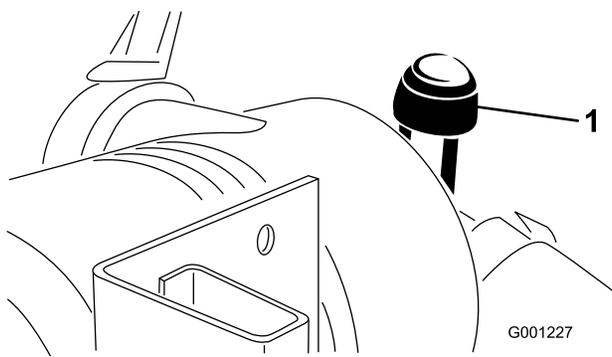

Bild 45
- Warten Sie den Luftfilter, wenn die Luftfilteranzeige rot anzeigt (Bild 45) oder nach jeweils 400 Betriebsstunden (häufiger in sehr staubigen oder schmutzigen Bedingungen). Warten Sie den Luftfilter nicht zu häufig.
- Stellen Sie die Anzeige (Bild 45) zurück, wenn sie auf Rot steht.